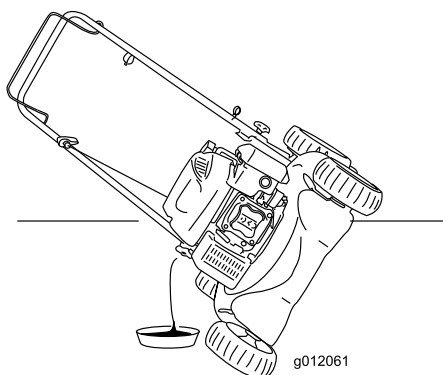

Рисунок 19
5. Переверните газонокосилку на одну сторону таким образом, чтобы масляный щуп был направлен вниз, для слива отработанного масла через маслозаливную горловину (Рисунок 19).